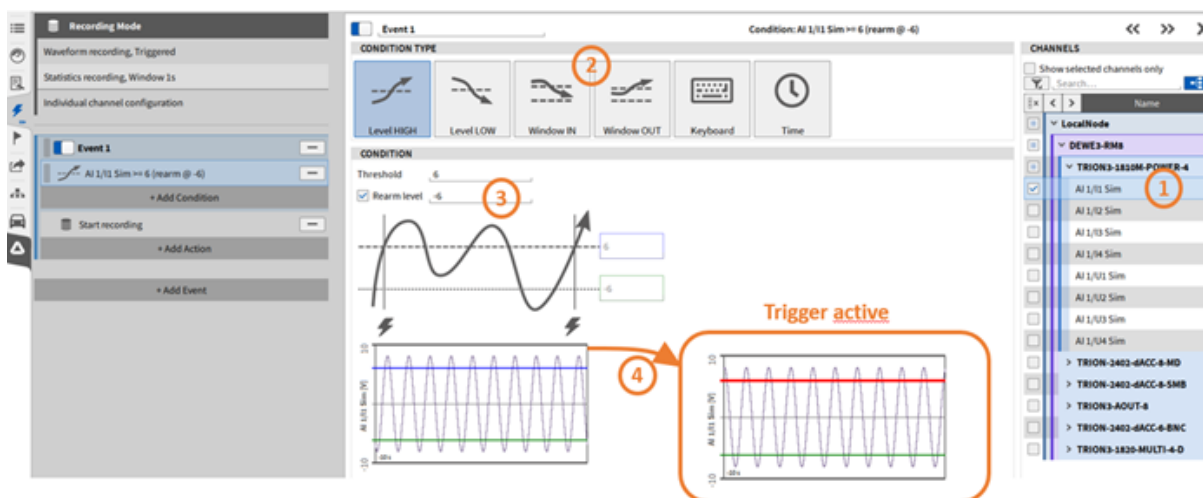
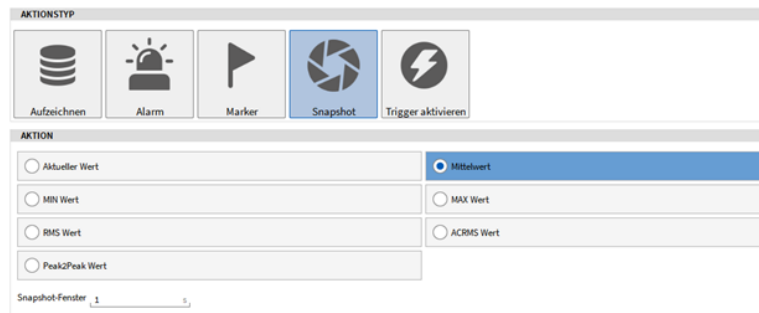
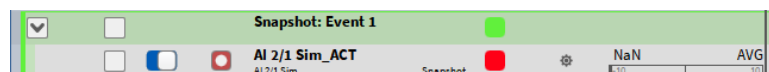

Abb. 9.6: Definieren einer Bedingung und eines Ereignisses bei *Level HIGH*
Abb. 9.20: Trigger – Aktion: Snapshot
Abb. 9.21: Snapshot-Kanal in der Kanalliste
Der Kanal auf welchen getriggert werden soll, kann rechts aus der Kanalliste ausgewählt werden (siehe ① in Abb. 9.6). Nach der Auswahl des Kanals wird ein Vorschaufenster dargestellt (siehe ④ in Abb.
Es kann zwischen sechs verschiedenen Ereignisbedingungen gewählt werden (siehe ② in Abb. 9.6):
- Level HIGH/Über: Ereignis aktivieren, wenn das gewählte Signal den definierten Schwellenwert überschreitet. Ein *Rearm Level*, welches erfüllt werden muss, bevor der Trigger erneut einsetzt, kann optional definiert werden (siehe ③ in Abb. 9.6).
Die Snapshot-Aktion kann benutzt werden, um den aktuellen Wert, Mittelwert, MIN, MAX, RMS, AC RMS oder Peak2Peak Wert eines oder mehrerer Kanäle, welche auf der rechten Menüseite ausgewählt werden können, abzufragen (siehe ① in Abb. 9.6) und einem neuen Kanal zuzuordnen. Dieser Kanal wird der Kanalliste unter dem *Snapshot: Ereignis x* Abschnitt (siehe Abb. 9.21). Wenn ein statistischer Wert ausgewählt wird, kann die Berechnungszeit im *Snapshot-Fenster* Feld definiert werden (siehe Abb. 9.20). Das Zeitintervall wird vor der Aktivierung des Ereignisses angewendet.